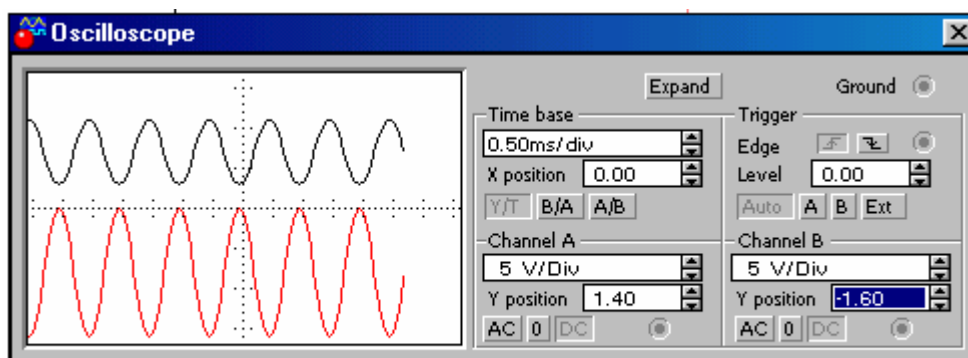

Рисунок 8.9
4.7 Рознести на осцилографі зображення вхідної та вихідної напруг клав'яшами   (рис. 8.9).